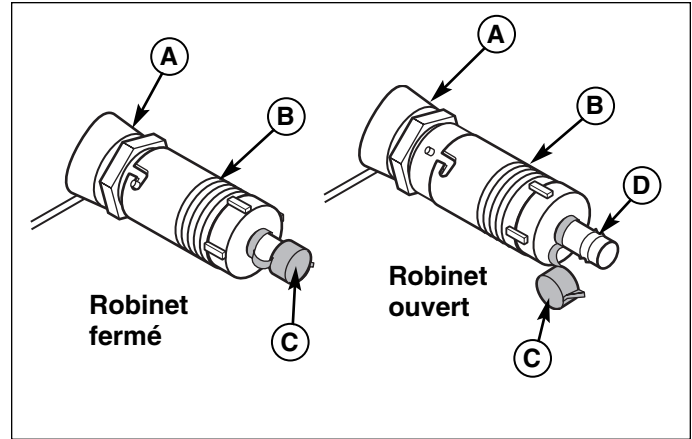

Figure 24. Robinet de vidange d'huile
3. Essuyer le robinet de vidange (B, Figure 24) et le capuchon (C) avec une serviette en papier ou un chiffon.